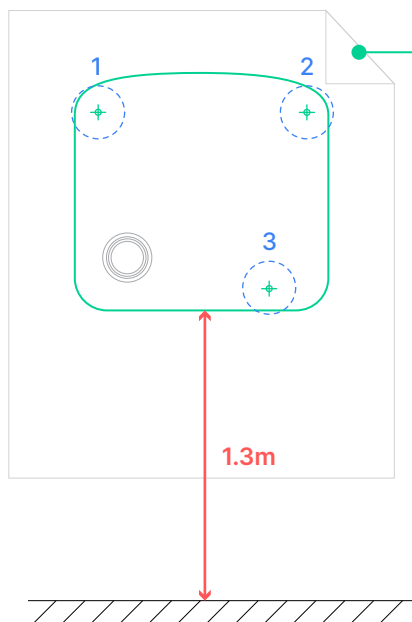

Fig. 4 - Șablon de găurire pentru punctele de montare a stației de încărcare
4. Marcați pe perete poziția celor 3 puncte de montare a stației de încărcare. Pentru o marcă rapidă și corectă a punctelor de montare, vă rugăm să utilizați șablonul de găurire furnizat. Se recomandă să instalați stația de încărcare ONE™ la 1,3 m deasupra solului. (**Fig. 4 - pagina 16**)